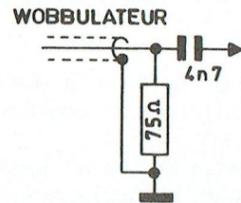

Fig. 2
- Injecter à travers une sonde (fig. 2), le signal du wobbulateur sur le point 9 du sélecteur